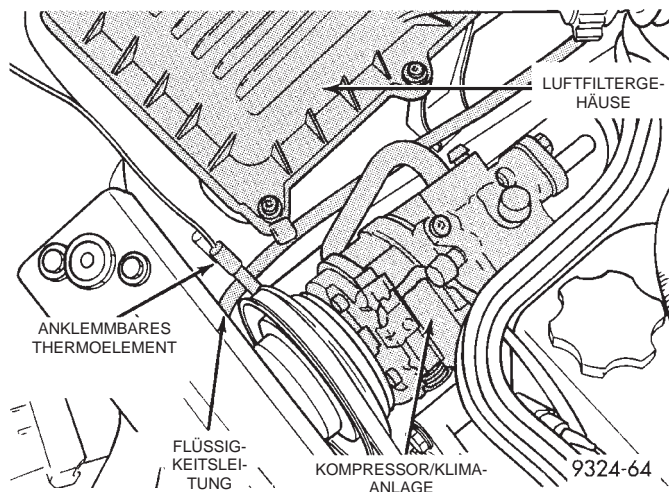

Abb. 10 Anschlußpunkt für den Temperaturmeßfühler (3.2L-/3.5L-Motor)
- Mit dem DRB-Handtestgerät und einem Temperaturmeßfühler (Abb. 10). Siehe hierzu den entsprechenden Abschnitt zur Füllstandsprüfung für das DRB-Handtestgerät. Näheres hierzu siehe das entsprechende Systemdiagnosehandbuch "Karosserie".
(1) Die geeignete Methode zur Messung des Kompressor-Auslaßdrucks bestimmen. Hierfür ein Mehrfach-Manometer oder das DRB-Handtestgerät verwenden.
(2) Ein anklemmbares Thermoelement (P. S. E. 66-324-0014 oder 80PK-1A) oder ein gleichwertiges Gerät an der Flüssigkeitsleitung anschließen (Abb. 10). Der Anschluß muß so nahe wie möglich am Kondensatorauslaß erfolgen, um die Temperatur der Flüssigkeitsleitung messen zu können. Näheres zum Meßfühler siehe den Abschnitt "Temperaturmeßfühler".
(3) Bei der Überprüfung müssen die folgenden Bedingungen erfüllt sein: